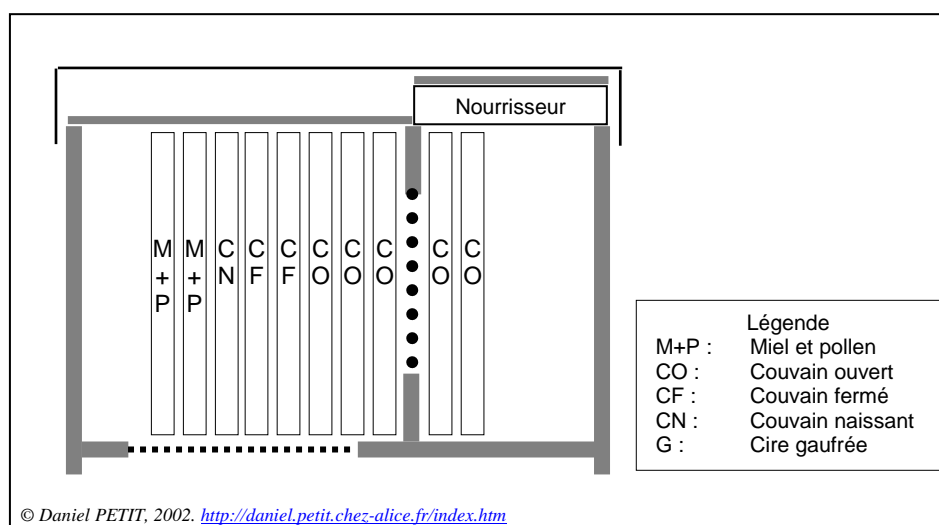

Figure 7 : Préparation d'un "finisseur" horizontal simple.
- Dans l'autre compartiment le couvain est regroupé vers la grille à reine (voir figure 7). Il est bon de compléter les deux cadres manquant par des cadres de couvain naissant (accroissement du nombre de nourrices) ou par des cadres de miel et pollen.